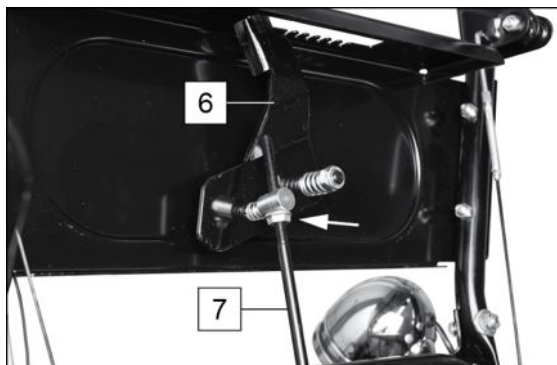

Bild 32.
- Ziehen Sie abschließend die Kontermutter (Bild 32/Pfeil) wieder fest.